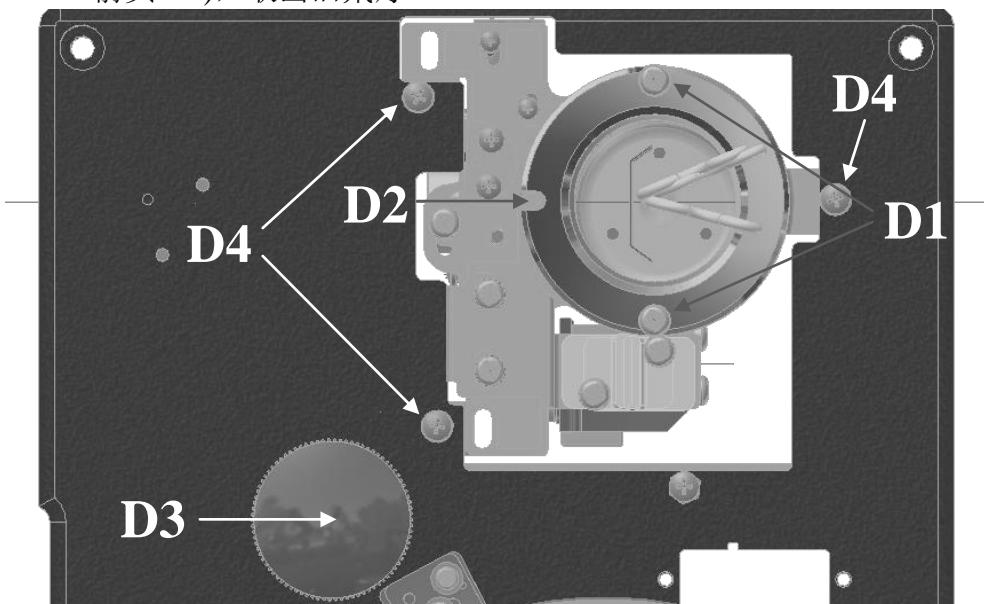

图 6.1.3.1
1. 打开上盖，卸下氘灯电源线及 2 个固定氘灯的螺丝 D1(如图 6.1.3.1 箭头 D1)，取出旧氘灯
2. 将新氘灯装入灯室，注意图 6.1.3.1 中 D2 处氘灯安装方向，用螺丝 D1 固定并连接电源线，氘灯电源线必须按照颜色接线。